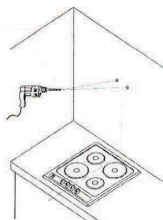
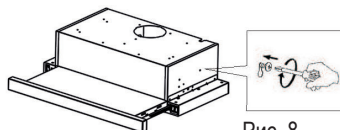

Рис. 7
Рис. 8
- Сделайте отверстия в помеченных местах с помощью сверла, соответствующего диаметра с прилагаемыми дюбелями и шурупами (рис. 7)
После монтажа винтов в стену (рис. 7), затяните корпус вытяжки (рис. 8).